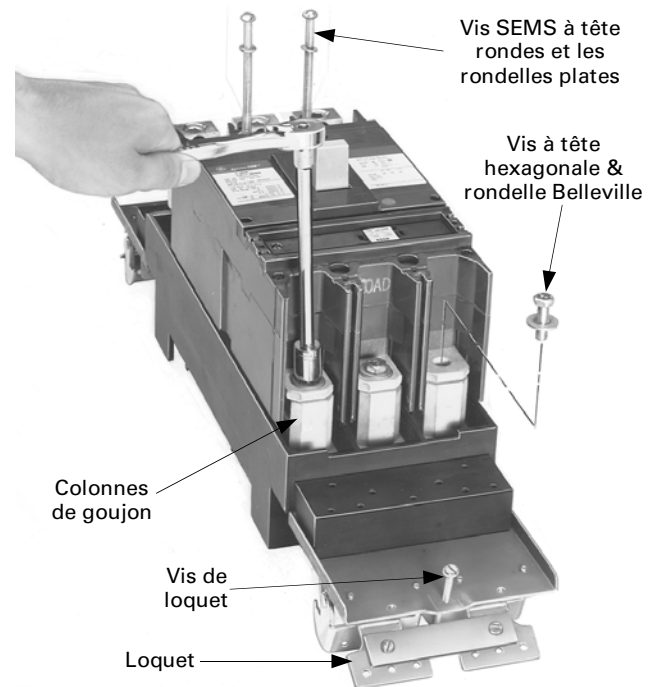

Figure 3. Installation du disjoncteur sur le module.
- Dispositifs de principal (cosses uniquement sur le côté ON du disjoncteur).** Placer le côté OFF du disjoncteur par-dessus les colonnes de goujons, comme montré à la Figure 3. Fixer le côté OFF du disjoncteur au module avec des vis à tête hexagonales et des rondelles Belleville et serrer à 90–110 lb.-po. Fixer le côté ON du disjoncteur au module avec des vis à tête ronde et des rondelles plates et serrer à 40–50 lb.-po.
- Dispositifs de dérivation (cosses uniquement sur le côté OFF du disjoncteur).** Placer le côté ON du disjoncteur par-dessus les colonnes de goujons, comme montré à la Figure 3. Fixer le côté ON du disjoncteur au module avec des vis à tête hexagonales et des rondelles Belleville et serrer à 90–110 lb.-po. Fixer le côté OFF du disjoncteur avec des vis à tête rondes et des rondelles plates et serrer à 40–50 lb.-po.